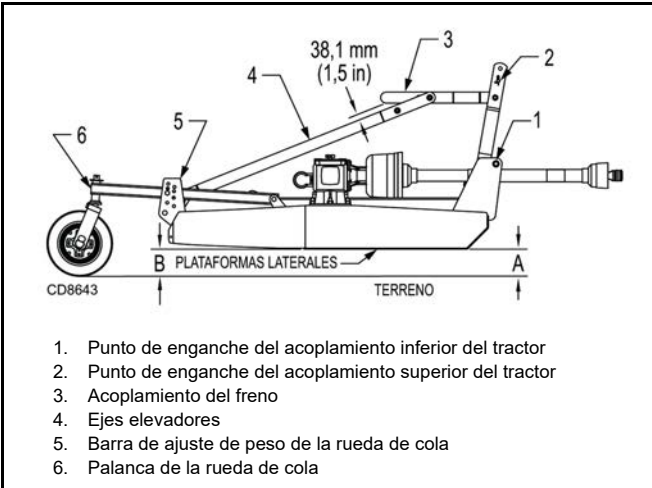

Figura 9. Ajuste de la altura de corte
Afloje la contratuerca en la barra de posición que va desde la lengüeta hasta la rueda de cola. Ajuste la barra hasta que la posición B sea 6,4 a 12,7 mm (1/4 a 1/2 in) mayor que la posición A. Consulte la Figura 9.
Ajuste el enganche de tres puntos del tractor para obtener una distancia de 69,9 mm (2-3/4 in) en la posición "A" para obtener una altura de corte de 101,6 mm (4 in). Consulte la Figura 9.
Ajuste el acoplamiento superior para obtener un espacio de 38,1 mm (1-1/2 in) entre el acoplamiento del freno (2) y los brazos elevadores traseros. Consulte la Figura 9. Este espacio le permitirá a la cuchilla no chocar contra el terreno irregular.